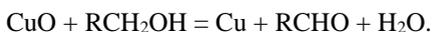

Рис. 10.14. Комплексы $[\text{Cu}(\text{NH}_3)_4]^{2+}$ и $[\text{CuCl}_4]^{2-}$ в растворе
Обратите внимание, что координационное число во всех комплексах Э (I) равно 2. Cu (II) образует квадратные комплексы с КЧ 4 (рис. 10.14):